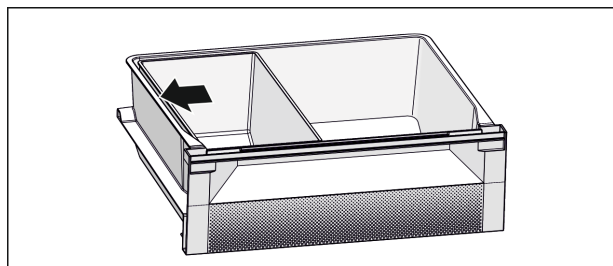

Fig. 6
- ▶ Anbring Fish & Seafood-skålen. Med den viste position opnår du en optimal kølefunktion (se Fig. 6).